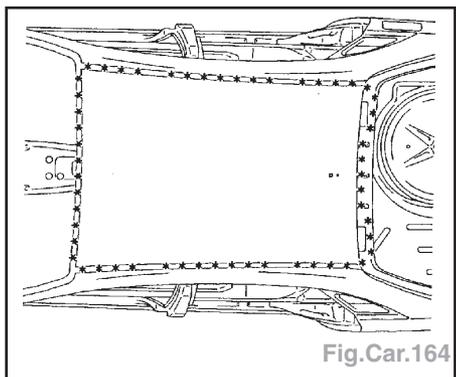

Fig.Car.164
- Dégraffer les points à l'aide d'une fraise de Ø 8 mm (Fig.Car.164).